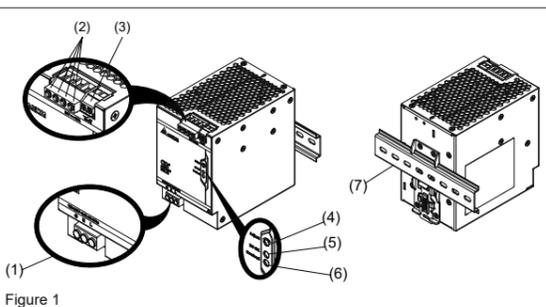

Figure 1
### 2. Gerätebeschreibung (Abb. 1)
| Siehe Abb. 1: | Flexibel / Starr |        | Anzugsmoment |         | Absolierlänge |
#### 4.1. Anschluss der Eingangsklemmen (Abb. 1, Abb. 6)
Bei Wechselstromeingangsverbindungen müssen die L, N und PE-Anschlüsse am Eingangsklemmenblock (siehe Abb. 1(1)) zum Herstellen der Verbindung für 100-240 Vac verwendet werden. Abb. 6 zeigt den Anschluss an die unterschiedlichen Netztypen.
#### 4.2. Anschluss der Ausgangsklemmen (Abb. 1 (2))
Verwenden Sie die Schraubklemmen „+“ und „-“, um den 24 Vdc-Anschluss herzustellen. Am Ausgang stehen 24 Vdc zur Verfügung. Die Ausgangsspannung kann am Potentiometer zwischen 24 und 28 Vdc eingestellt werden. Die grüne LED „DC OK“ zeigt die korrekte Funktion des Ausgangs an (Abb. 1 (5)). Das Gerät verfügt über einen Kurzschluss-, Überlast- und Überspannungsschutz, der auf 30Vdc begrenzt ist.